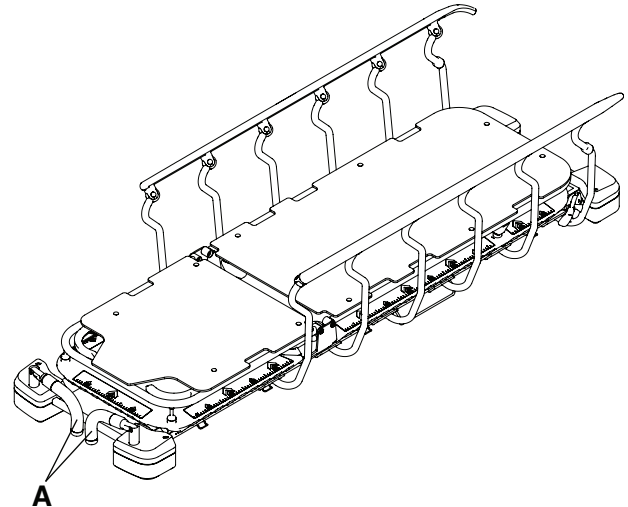

Figura 8 – Armazenamento das pegas de empurrar da extremidade do lado da cabeça
4. Inverta a ordem dos passos para guardar as pegas de empurrar da extremidade do lado da cabeça (A) (Figura 8).